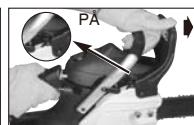

Fig. 7B
2. KJEDEBREMSEN er AKTIVERT (kjeden er stoppet) når bremsespaken er i fremoverposisjon, og kjedebremsehendelen er i PÅ-posisjon. Du bør ikke kunne bevege kjeden. (Fig. 7B)